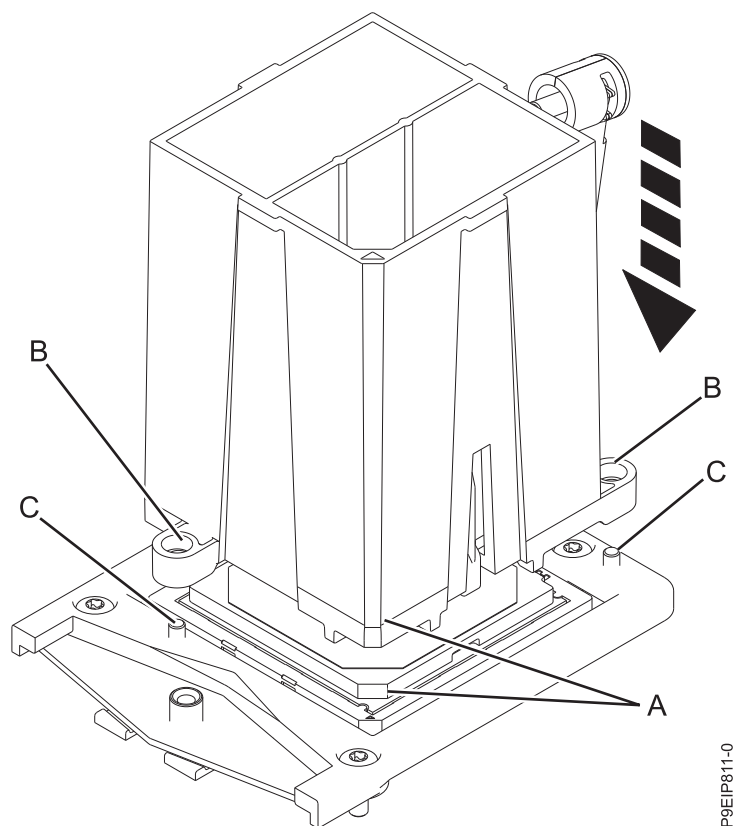

Figura 44. Instalando o módulo de processador do sistema
11. Abaixar a ferramenta e o módulo de processador do sistema no soquete. Alinhe o canto chanfrado (A) da ferramenta com o canto chanfrado do soquete, conforme mostrado na Figura 44 na página 45. Assegure-se de que os dois pinos guia (C) sejam inseridos nos orifícios de alinhamento (B) em cada lado da ferramenta. Tenha cuidado para abaixar a ferramenta nivelada sem incliná-la. Não tente deslizar a ferramenta e o módulo de processador do sistema em qualquer direção enquanto o módulo de processador do sistema estiver tocando no soquete. Se a ferramenta e o módulo de processador do sistema não estiverem alinhados com os pinos guia, levante a ferramenta e o módulo e reposicione-os.